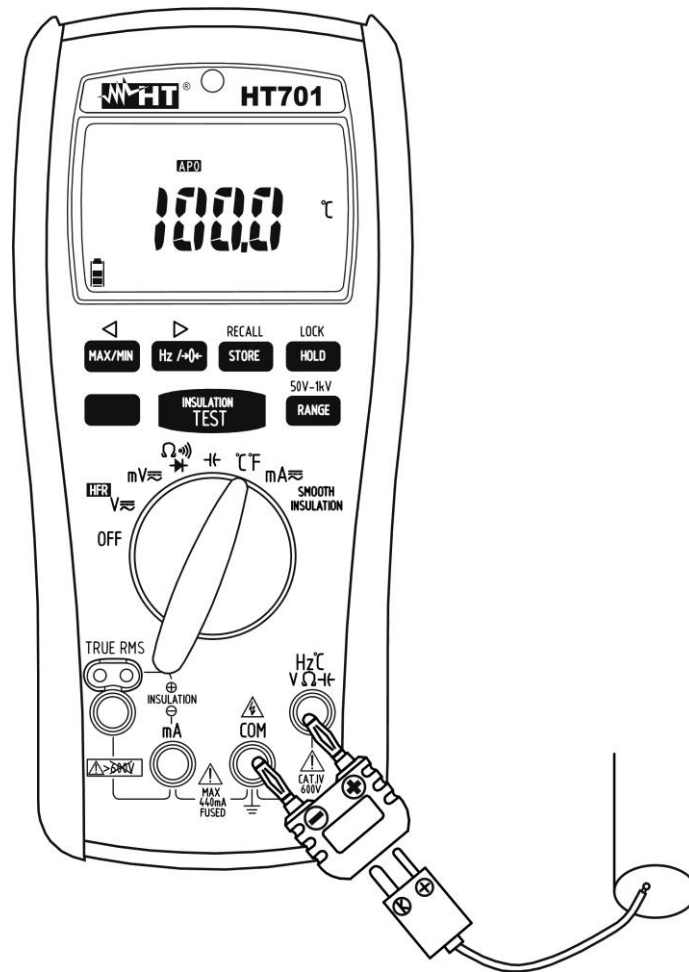

Fig. 9: Uso do instrumento para medir Temperaturas
3. Inserir o adaptador fornecido nos terminais de entrada **H_z°C V Ω H_z** e **COM** respeitando as cores vermelho e preto presentes nos mesmos (consultar a Fig. 9)